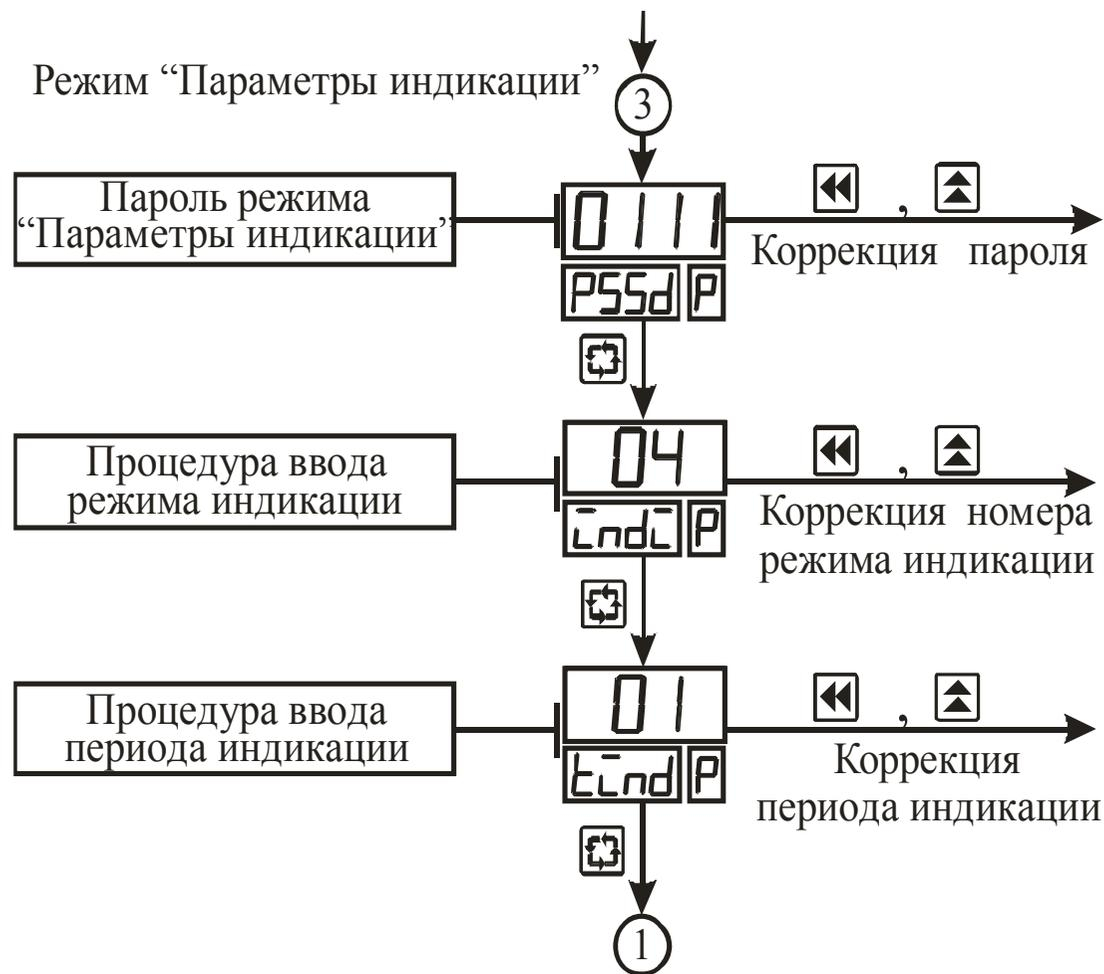

Рисунок 3.9 – Схема алгоритма работы в режиме “ Параметры индикации”
3.4.3.1 Режим “Параметры индикации” (рисунок 3.9) определяет режим отображения информации в режиме «Работа».